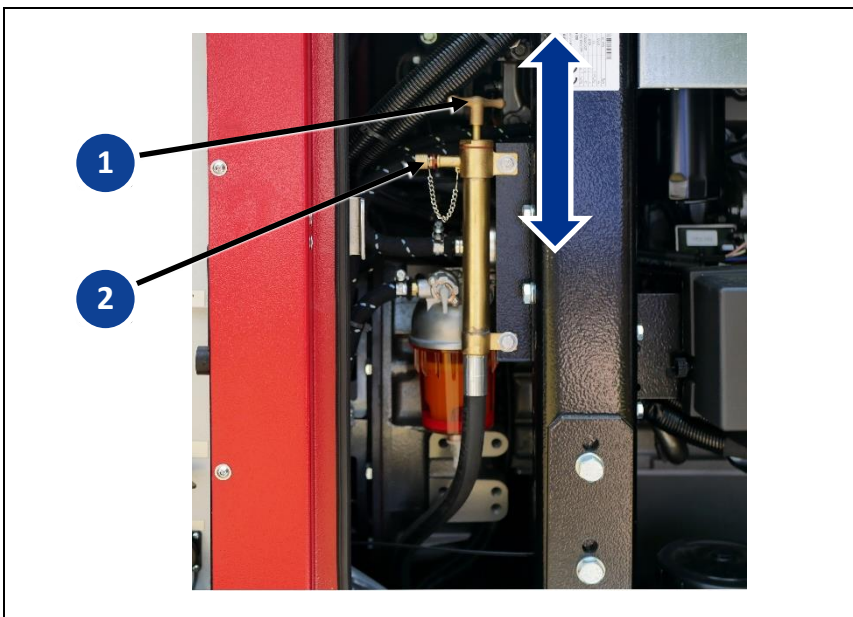

Abb. 8-2 Manuelle Ölabsaugpumpe
Abweichend von der Betriebs- und Wartungsanleitung des Motors ist im Stromerzeuger eine Absaugpumpe für das Motoröl verbaut. Zur Absaugung des Altöls benötigen Sie noch einen ölbeständigen Schlauch, der dem Durchmesser der Pumpenöffnung (siehe Abb. 8-2-②) entspricht und eine geeignete Ölauffangwanne (nicht im Lieferumfang erhalten).